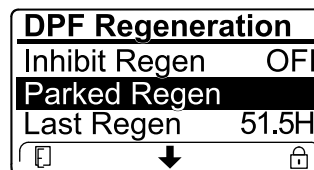

Figura 57
- Si el ordenador del motor solicita una regeneración de recuperación o si está procesando una regeneración de recuperación y se desplaza hasta la opción PARKED REGEN (Regeneración con la máquina aparcada), la regeneración con la máquina aparcada se bloquea y aparece el icono del candado (Figura 57) en la esquina inferior derecha del InfoCenter.